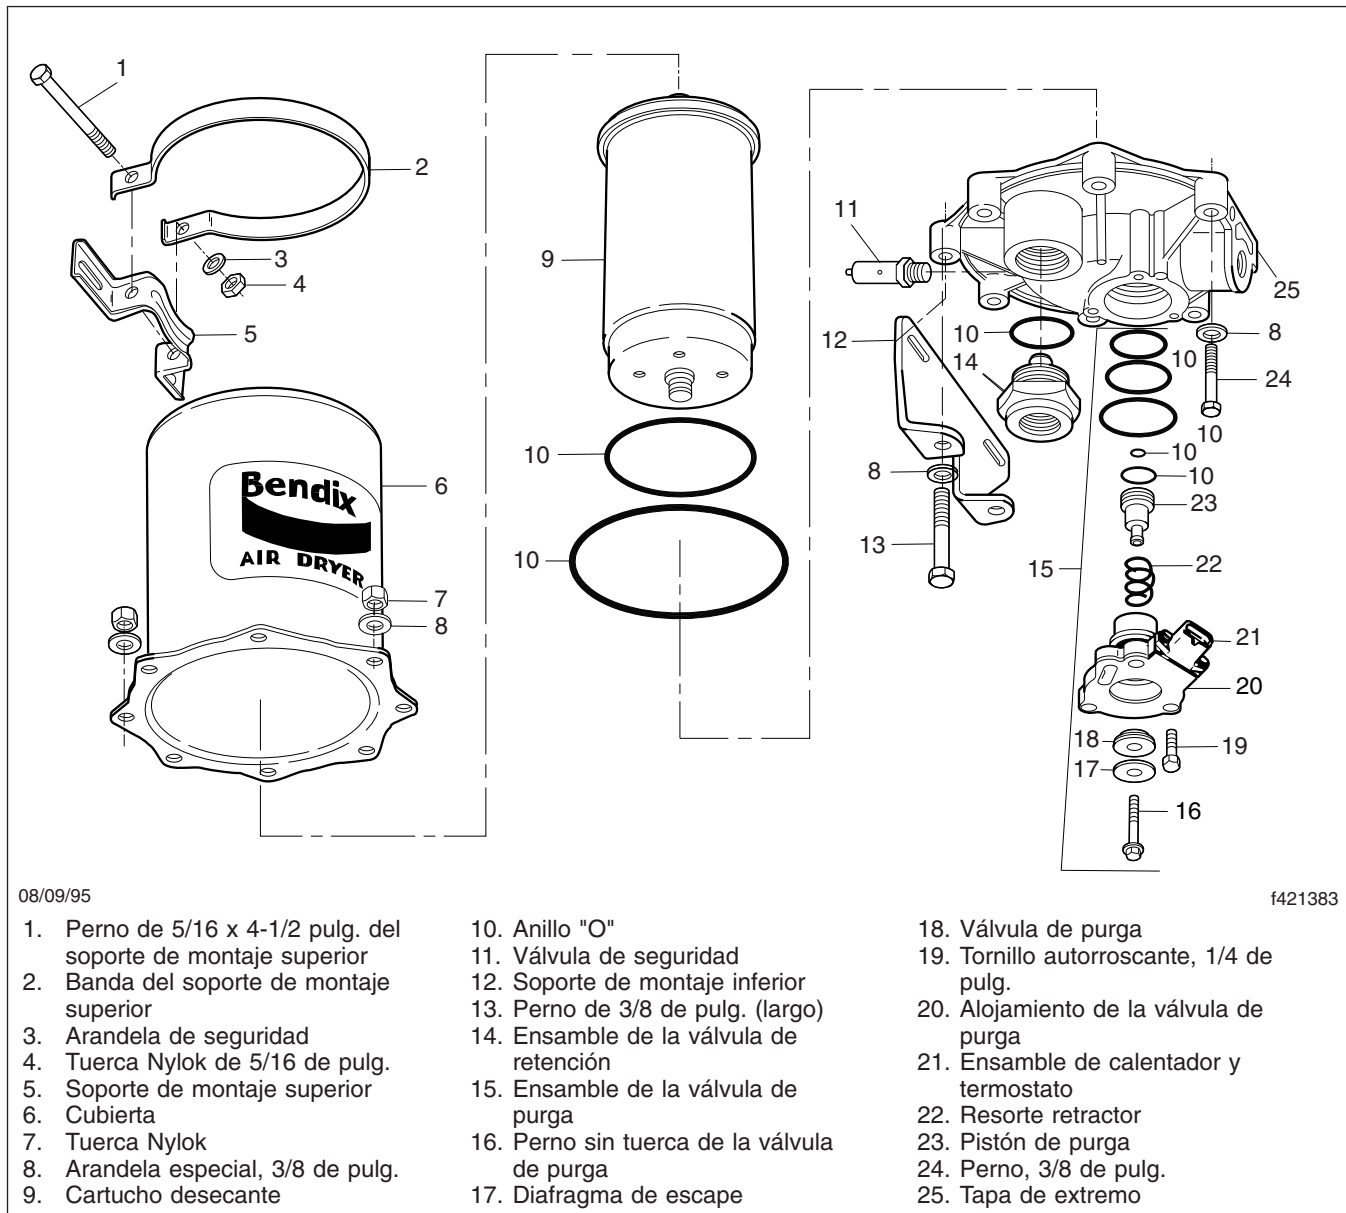

Figura 1, Secador de aire AD-9 (vista desglosada)
8. Coloque el secador de aire en un banco y quite los 6 pernos restantes, las 12 arandelas, las 6 tuercas Nylok y la cubierta. Vea la **Figura 1**. Deseche las tuercas Nylok. Retire el anillo "O" ubicado entre la tapa de extremo a la cubierta